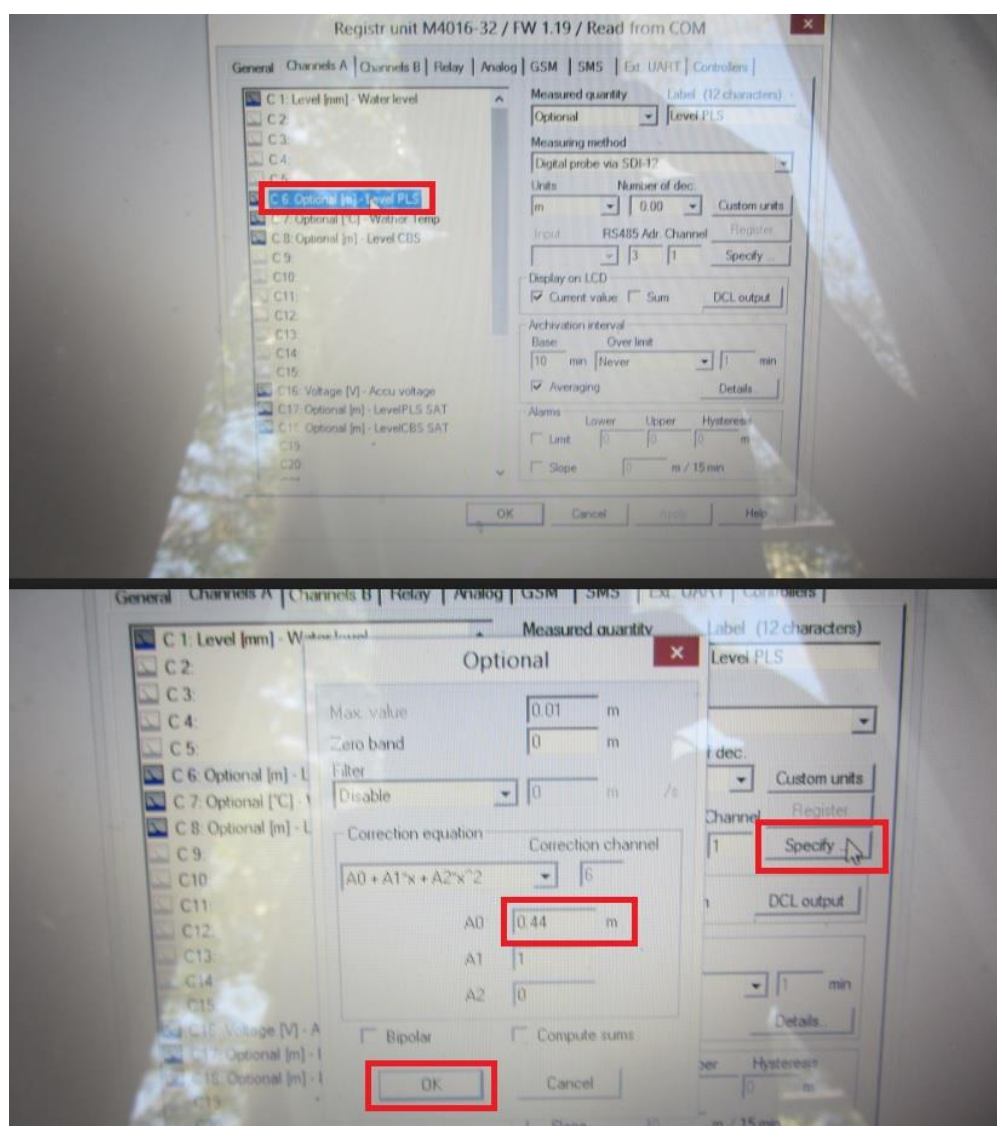

Fig. 8
- i. Din fereastra **Channels A** selectăm una din opțiunile **Optional [m]- Level PLS**, **Optional [m]- Level – RLS** sau **Optional [m]- Level – CBS**, apoi tastăm butonul **Specify**, se deschide fereastra **Optional** unde în caseta **A0** este indicat un coeficient, din care scădem sau adăugăm diferența de nivel dintre mira hidrologică și nivelul care este afișat pe display-ul Datalogger-ului de tip M4016, EX: + 3 cm sau – 7 cm. (fig. 8). Apoi tastăm butonul **OK** a ferestrei **Optional** și după butonul **OK** a ferestrei **Registr unit M4016-32 /FW 1.19 / Read from Com.** Dacă postul Hidrologic este dotat cu 2 senzori se selectează al 2 senzor și se repetă procedura descrisă mai sus.